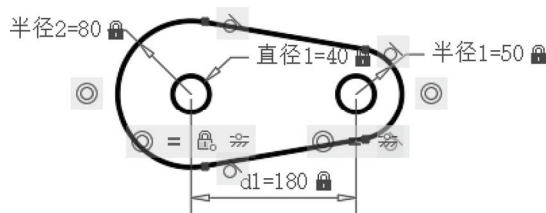

图 12-47 创建参数化图形的练习
- (1) 如何理解 AutoCAD 的参数化图形基本概念？
- (2) 几何约束类型分哪几种？
- (3) 什么是约束栏？如何应用约束栏？
- (4) 在标注约束中，什么是动态约束和注释性约束？如何在这两种标注约束中切换？
- (5) 如何设置显示/隐藏选定对象的几何约束？
(6) 上机操作：新建一个图形文档，创建图 12-47 所示的参数化图形，即在图形中创建所需的几何约束和动态标注约束，使其成为完全约束图形，并练习修改标注约束的值来观察该参数化图形的变化情况，例如修改 d1 的值来观察参数化图形变化情况。